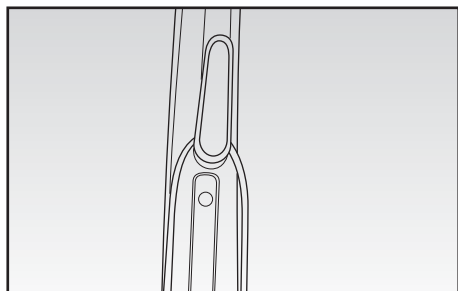

Fig. 14
- Riassemblare l'apparecchio e riporlo utilizzando l'apposito avvolgicavo (A) posteriore (Fig. 14).